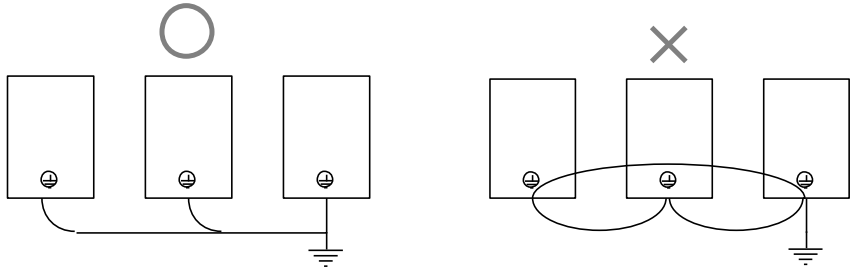

Рис. 4-10 Метод заземления нескольких частотных преобразователей
- При заземлении нескольких частотных преобразователей во избежание образования обратной цепи заземления рекомендуется по возможности не формировать кольцевые контуры. Метод заземления нескольких частотных преобразователей отображен на рис. 4-10.